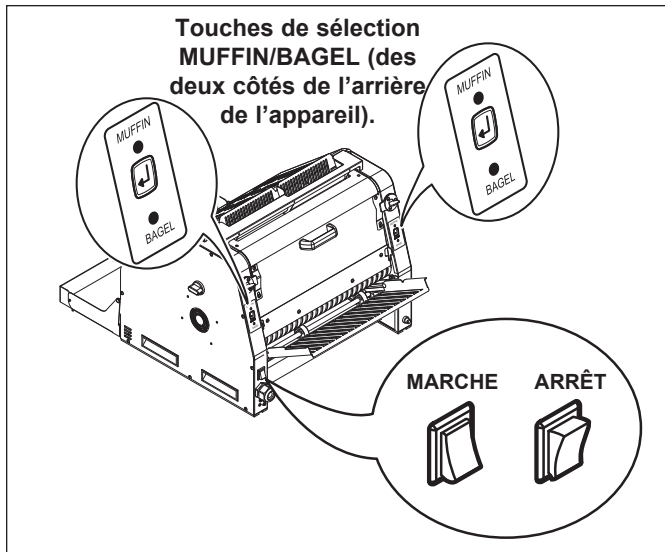

Figure 6. Purge des produits : Arrière de l'appareil
Alors que l'appareil est en mode PRÊT ou ATTENDEZ, il vous est aussi possible d'appuyer sur les DEUX touches de sélection **MUFFIN/BAGEL** simultanément et les maintenir enfoncées pour purger le produit de l'appareil. Ces touches sont situées à l'arrière de l'appareil (figure 6).
- Appuyer sur les deux touches de sélection **MUFFIN/BAGEL** à l'arrière de l'appareil et les maintenir enfoncées (figure 6) jusqu'à ce que la partie de la courroie qui n'a pas été nettoyée soit exposée. Répéter l'étape 2 sur la partie de la courroie qui n'a pas été nettoyée.